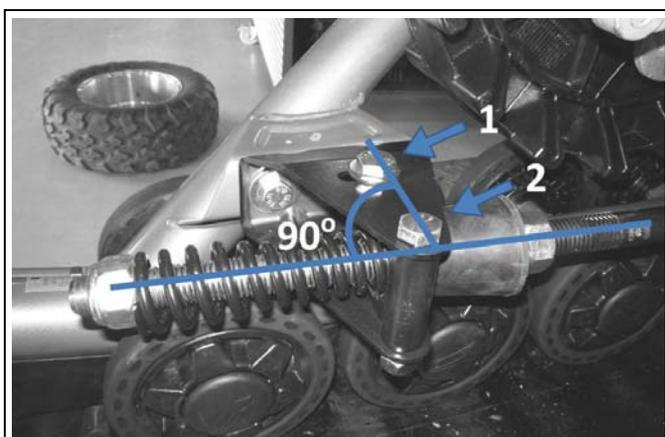

Figure 12
- Positionner le support pivotant de l'ancrage anti-rotation à 90° (perpendiculaire) au bras stabilisateur. Serrer ensuite les deux boulons de fixation de l'ancrage anti-pivot (1) et (2) à un couple de 50 N-m. (Voir la Figure 12).